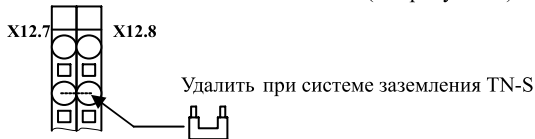

Рисунок 1 - Выбор системы заземления
3.2.6 ШУН обеспечивает работу в трёхфазных сетях системы TN-C или TN-S (см. рисунок 1).